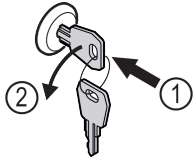

Fig. 124
- ▶ Вдавити ключ. Fig. 124 (1)
- ▶ Повернути ключ на 90° проти годинникової стрілки. Fig. 124 (2)